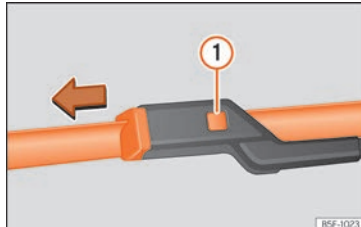

Fig. 39 Remplacement des balais d'essuie-glace.
- Maintenez la touche de déverrouillage » fig. 39 ① enfoncée en tirant légèrement le balai dans le sens de la flèche.